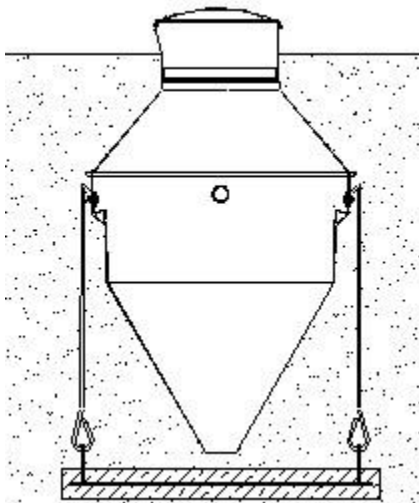

Рис. 6
15. При високому рівні ґрунтових вод установка має бути прикріплена за допомогою анкерів до залізобетонної основи. Можливі декілька способів кріплення (див. Рис. 6 а і b). Після того, як буде опущена анкерна плита, насипати на її поверхню шар піску, товщиною приблизно 10 - 20 см і утрамбувати його. Після цього закріпити установку на анкерній плиті.